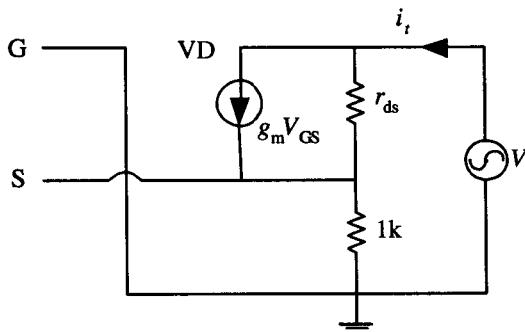

图 1-5
2. 画出交流等效电路如图 1-5 所示， V_t 为外加测试电压，则有：